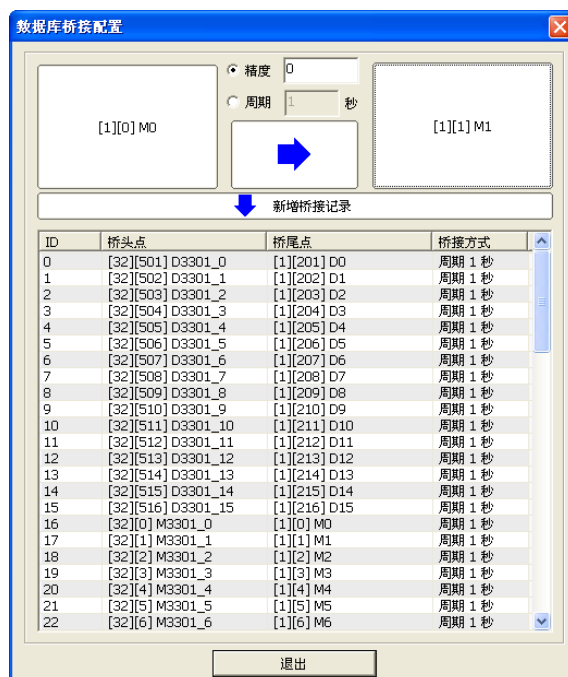

图 5-61 桥头、桥尾点添加
(2) 点击桥头点或桥尾点，选择所需要的相应的记录点做桥头点和桥尾点，如图 5-61 所示。